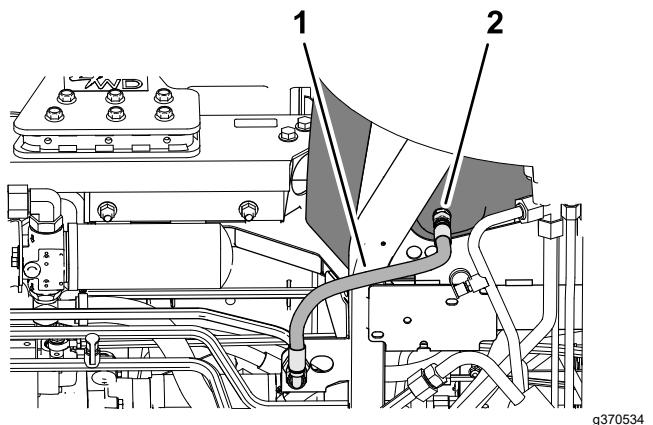

Figure 108
- Placez le bac de vidange sous le réservoir hydraulique (Figure 108).